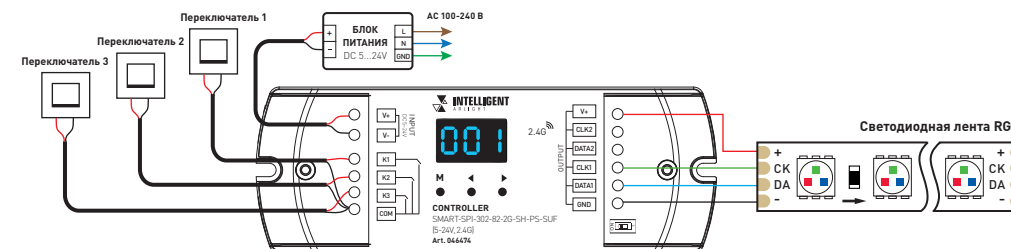

Рис. 1. Схема подключения контроллера SMART-SPI-302-82-2G-SH-PS-SUF
- Подключите устройство согласно схеме на рис. 1. Если пиксельная лента SPI имеет один провод управления, выходы на клеммах DATA и CLK одинаковы, таким образом к контроллеру можно подключить до 4 светодиодных лент. Если пиксельная лента SPI имеет два провода управления, можно подключить до 2 светодиодных лент.